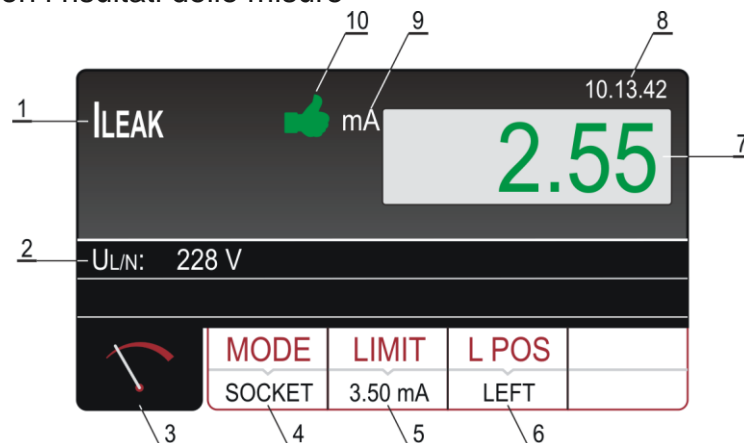

Fig. 75: Videata dei risultati delle prove ILEAK in modo PRESA
8. Avviare la misura premendo il tasto **START/STOP**. La misura è avviata e terminata da una nuova pressione del tasto **START/STOP**. Il risultato del test è visualizzato in verde se inferiore o uguale o in rosso se superiore al valore limite impostato. Il risultato finale sarà accompagnato dal simbolo  verde e da un segnale acustico breve (risultato OK) o dal simbolo  rosso e da un segnale acustico prolungato (risultato non OK). La Fig. 75 mostra un esempio di schermata con i risultati delle misure